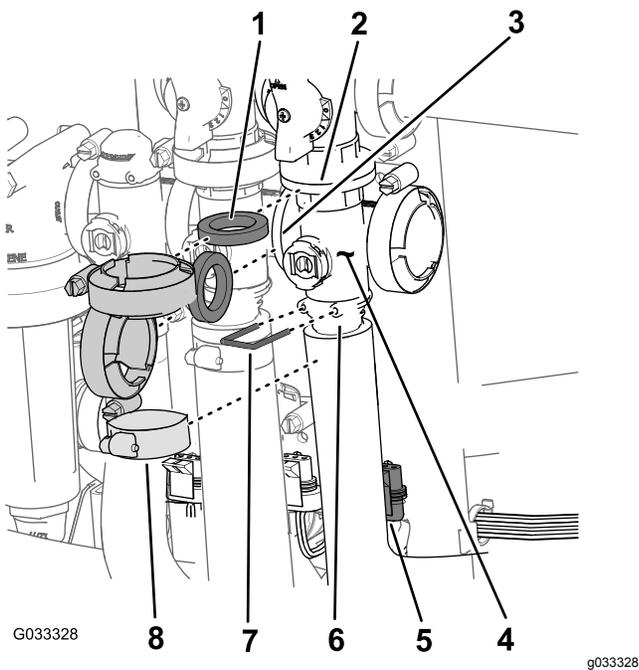

Рисунок 66
- Снимите хомуты и прокладки, которые крепят коллектор главного клапана стрелы (Рисунок 66) к главному перепускному клапану стрелы, клапану перемешивания и главному коллекторному клапану стрелы (на конце шланга расходомера).
- Снимите держатель, который крепит выпускной штуцер к коллектору главного клапана стрелы (Рисунок 66).